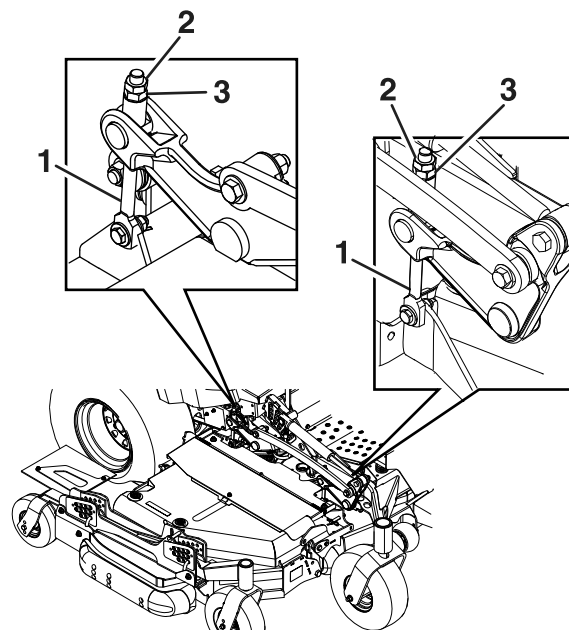

Figure 79
Desserrez les écrous de blocage au sommet de chaque dispositif de réglage du tablier. Ajustez précisément le dispositif de réglage du tablier avant en le tournant pour obtenir la hauteur correcte pour les pointes des lames avant gauche et droite du tablier central (Figure 79).
5. Si les 4 dispositifs de réglage du tablier (Figure 79) ne disposent pas d'un réglage suffisant pour produire la hauteur de coupe précise avec l'inclinaison souhaitée, vous pouvez utiliser le système monopoint pour obtenir un réglage supplémentaire.
6. Pour régler le système monopoint, commencez par desserrer les boulons de fixation des plaques de hauteur de coupe avant et arrière (Figure 79)